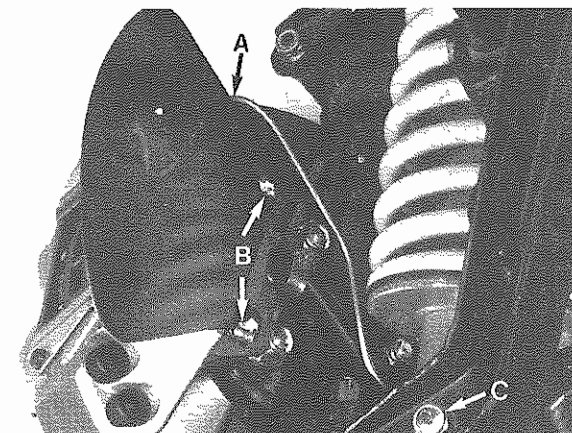

Fig. 5 - A - Tubo olio freni
- Smontare il tubo olio freni A dal caliper (**Fig. 5**), e chiuderlo con un tappo.
- Smontare il caliper: aprire i fermi ed allentare le viti di fissaggio (**Fig. 5**); asportare il convogliatore d'aria e lo spessore di centraggio tra caliper e portacaliper.
- Remove brake oil pipe A from caliper (**Fig. 5**) and close it with a plug.
- Remove the caliper: open the retainers and loosen fixing screws (**Fig. 5**); remove air conveyor and centering spacer between caliper and caliper holder.
- Allentare le viti di fissaggio e smontare l'ammortizzatore (**Fig. 5**).
- Loosen the fixing screws and remove shock absorber (**Fig. 5**).